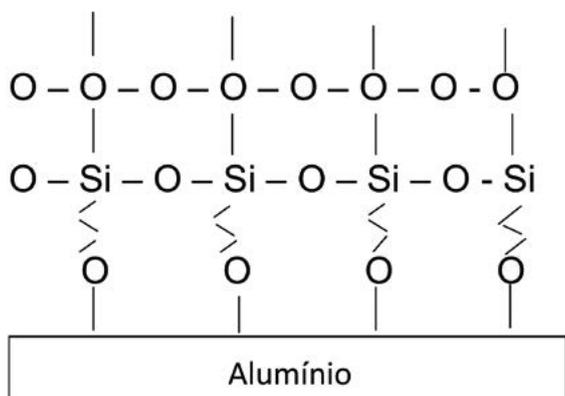

Figura 1 – Interligações moleculares da camada formada a partir de bissilanos.
Os da primeira geração tinham como base apenas uma aderência física do depósito. Com a evolução, os de segunda geração agregam a aderência química da camada de silano com a superfície do alumínio em uma ligação Al-O-Si, continuando a formação da camada com a interligação do silício na forma Si-O-Si. Segundo OOIJ, W.J., 2002 (6), a interligação do filme formado a partir de compostos com bissilanos (Figura 1) resultam em ligações mais fechadas do que aquelas com silanos (Figura 2).